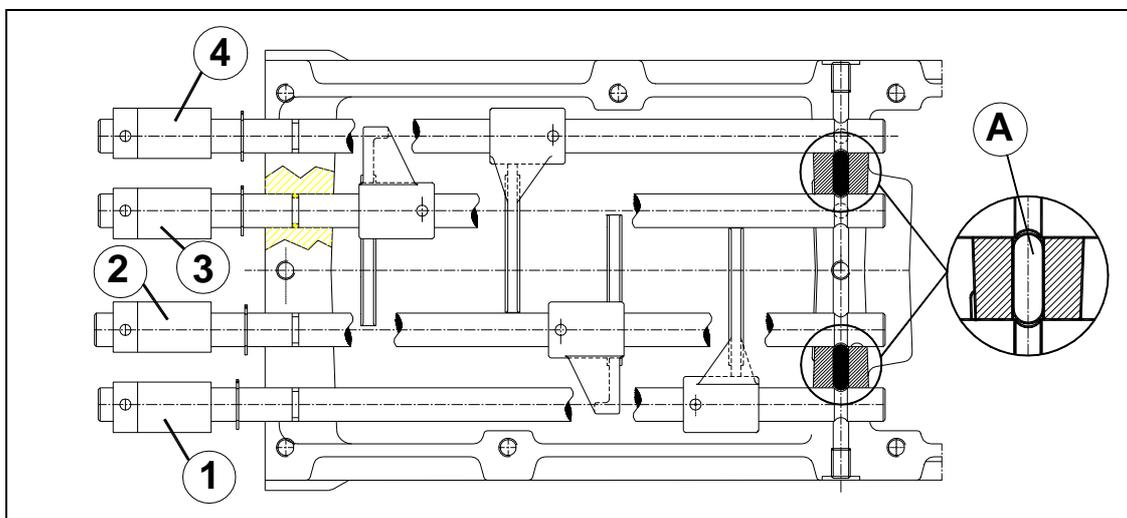

Abb. 5.4
Um die einzelnen Stäbe (Getriebe und Untersetzungsgetriebe) voneinander zu unterscheiden, legen Sie die Stäbe in der richtigen Einbauposition aneinander bzw. mit den Ausfräsungen für die Blockierungskugeln nach oben. Überprüfen Sie dann, ob die Teile so wie in der Abbildung 5.4 gezeigt, liegen.
Es wird darauf hingewiesen, dass sich im Inneren des Zusammenflusses des Getriebes zwei Stahlstecker befinden (A), die verhindern sollen, dass die übrigen Stäbe sich bewegen, sobald ein Gang eingelegt worden ist. Siehe Abb. 5.4.